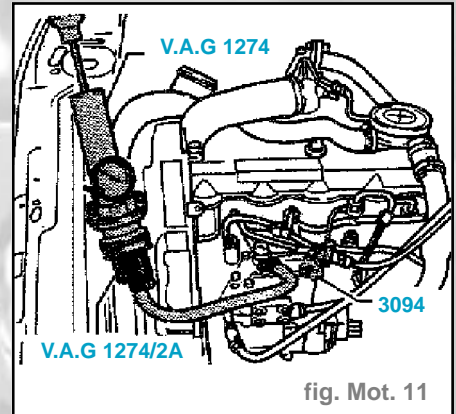

fig. Mot. 11
- Fixer l'adaptateur V.A.G 1274/2 au contrôleur du système de refroidissement V.A.G 1274 (fig. Mot. 11).